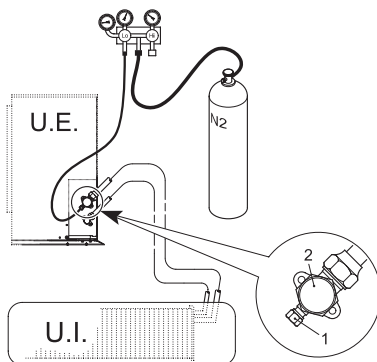

Fig. 21 -
- Met de service-afsluiters van de buitenunit volledig gesloten, de dop van de service-aansluiting (part 1 - "Fig. 21 -") en de koppelmof (part 2 - "Fig. 21 -") van de gasklep (de grootste) verwijderen.